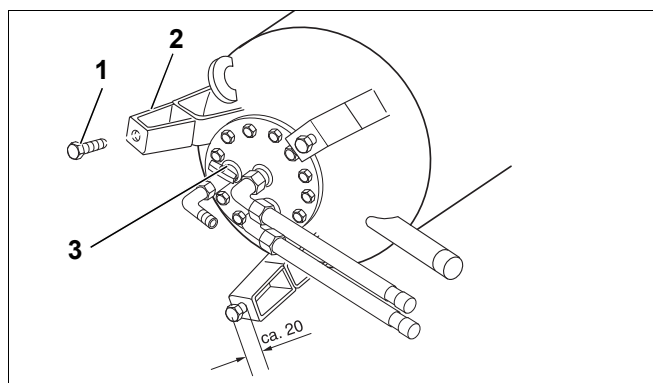

Рис. 4 Применение крепёжных болтов как опорных в ножках бака
- Поднимите бак с поддоном, выверните 3 крепёжных болта (рис. 4, [1]) из поддона, снимите поддон.
- Заверните крепёжные болты в ножки бака так, чтобы они выступали примерно на 20 мм (рис. 4, [2]).
- Проверьте, закрыт ли сливной кран (рис. 4, [3]) и по инструкции подтяните болты смотрового люка.